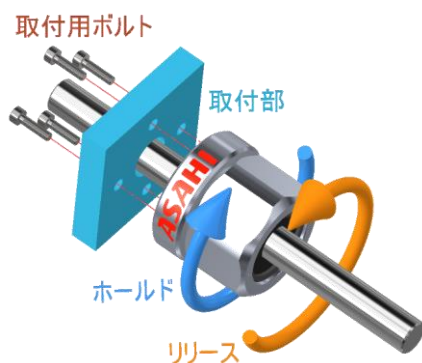

図2 取付図
- 4.1 調整ナットを図2の**橙色矢印**の方向に回しリリース状態にして下さい。
- 4.3.2 シャフトを通し、調整ナットを図2の**青色矢印**の方向に回してシャフトに軽く接触させた状態にして下さい。
- 5.1 調整ナットを図2の**橙色矢印**方向に回しリリース状態にしてシャフトを通します。
- 5.3.1 調整ナットを図2の**青色矢印**方向に回してシャフトを軽くホールドして下さい。